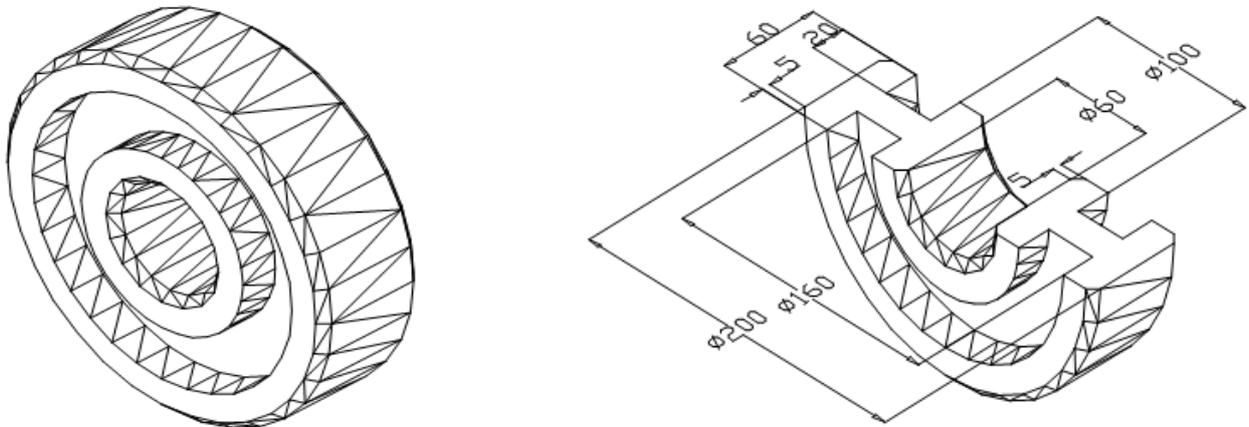

Рисунок 10.2
14.3 Результаты моделирования объекта и проверка адекватности модели (рисунок 10.2).